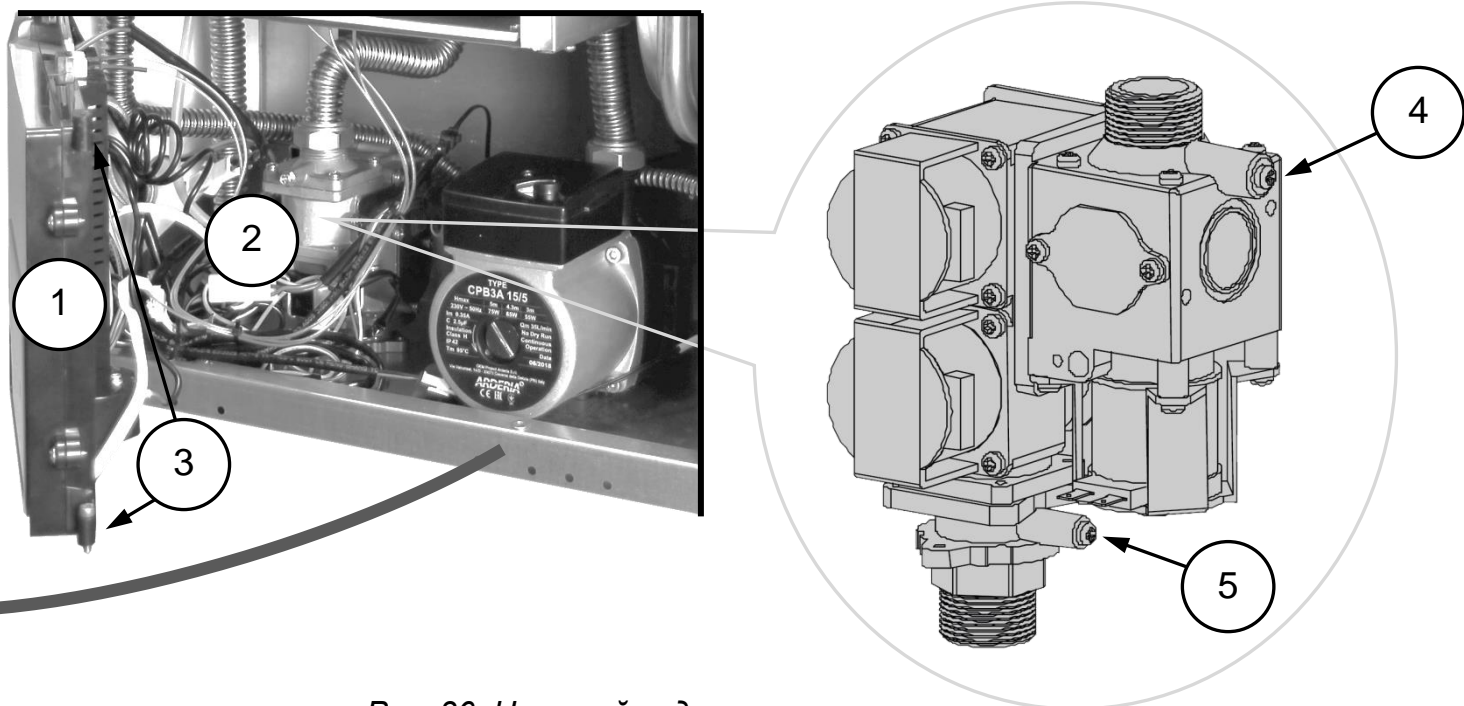

Рис. 36 Настройка давления газа.
3. Выкрутить винты крепления блока контроля и управления котлом (PCB - Power Control Block) с правой стороны (снизу и сверху) и потянув на себя повернуть блок по часовой стрелке (См. Рис. 36);